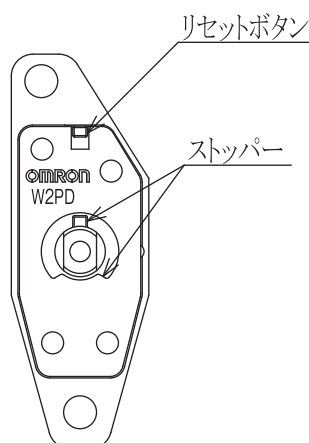

図8 W2PD裏面
暗号コードの変更操作は必要ありません。リセットボタン(図8参照)は操作しないでください。
(1) W2PDには、鍵が一定角度以上、回らないように簡単なストッパーが設けてあります(図8参照)が、これは単品での機能チェック時に過回転を防止するためのものです。竿の設計に際しましては、このストッパーがきく前に竿のストッパーがきくように設計してください。
(2) 鍵の抜き差しをスムーズに行なうため、鍵を操作していない状態のとき(扉の開閉操作以外のとき)は、W2PDに取付けたカムに負荷がかからないようにしてください。
(3) ホールではリセットボタンを操作して暗号コードの変更を行ないます。W2PDがパチンコ台に組み込まれた状態で裏面のリセットボタンを指で操作できるようにしてください。